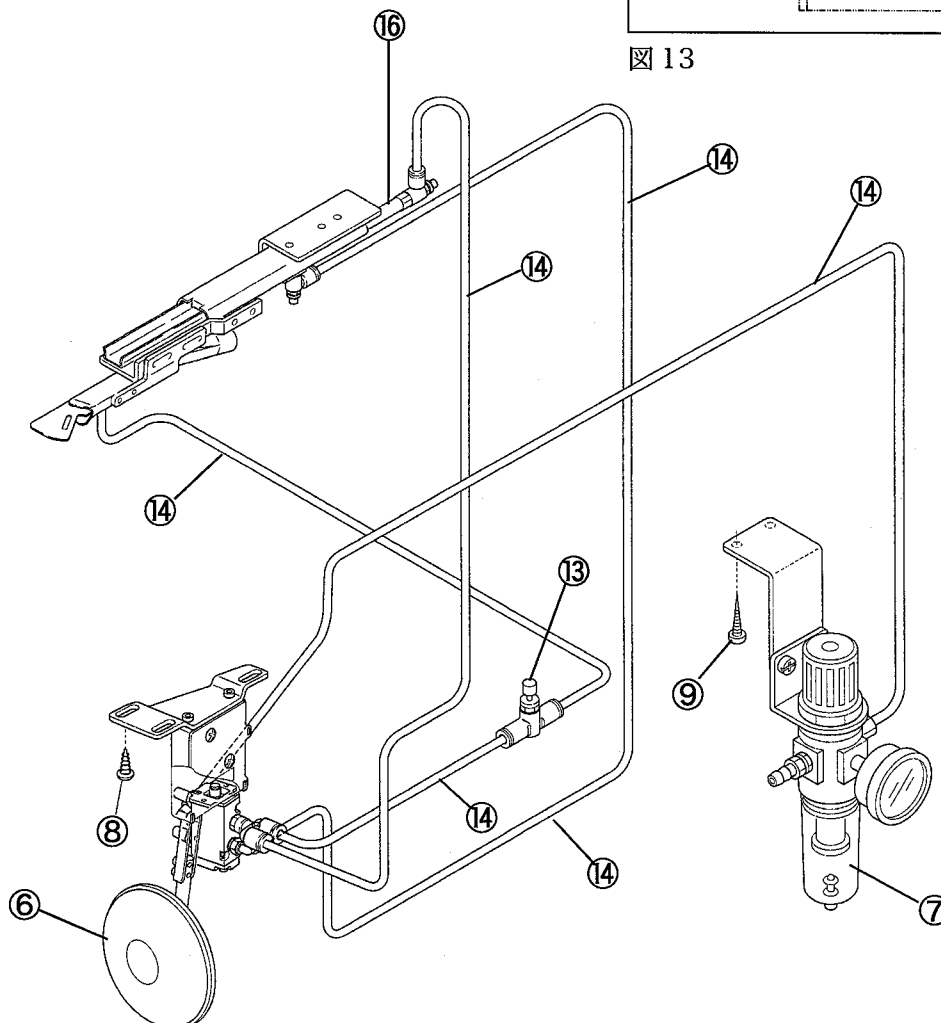

図 14
- (1) 装置本体④を水平になるようミシンフレームに止ネジ⑤2本で取り付ける。
- (2) トグルスイッチ⑥とエアレギュレータ⑦をテーブル下面にそれぞれ木ネジ⑧⑨2個で取り付ける。(図14参照)
- (4) エアパイプ⑭は図 14 を参考に接続する。